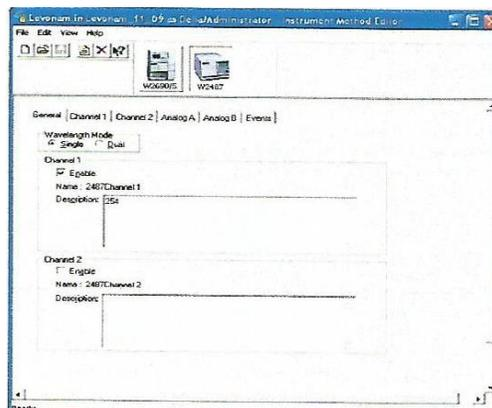

Figura 4
5.3.5 Sin salir de la ventana, hacer clic en el ícono que representa al detector, se establece la longitud de onda de trabajo. **Figura 4**